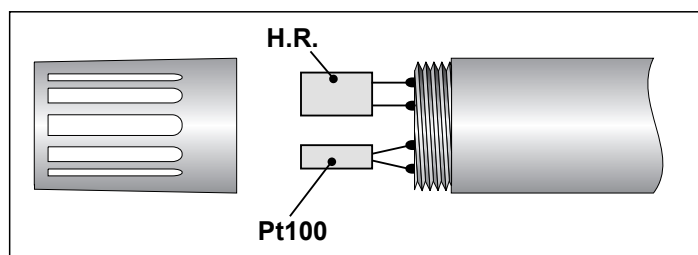

Fig. 7
3. Dessolder le capteur Pt100 (le plus étroit des deux) et souder à sa place des fils de sortie ou d'un simulateur Pt100 ou encore une résistance de précision conformément aux figures 7 et 8. Attendre ensuite quelques minutes que la soudure se refroidisse.